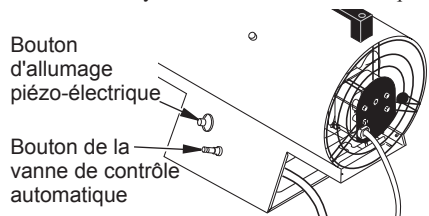

Figure 8 - Bouton du robinet de contrôle automatique et bouton d'allumeur piézo-électrique
- Appuyer sur le bouton de vanne de commande automatique et le maintenir enfoncé (voir la Figure 8). Appuyer sur le bouton d'allumeur piézo-électrique (voir la Figure 8). Continuer à appuyer sur le bouton d'allumeur jusqu'à ce que le brûleur s'allume. Quand le brûleur s'allume, maintenir le bouton de vanne de commande automatique enfoncé. Relâcher le bouton après 30 secondes pour activer le système de contrôle automatique.